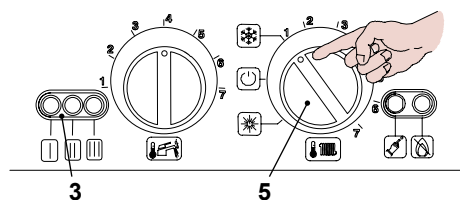

Figura 6.4
- Dare alimentazione elettrica alla caldaia (interruttore bipolare); la lampada di segnalazione 3 si accende circa ogni quattro secondi come in Figura 6.4.
- Ruotare il selettore di funzione 5 come indicato in Figura 6.4, la lampada di segnalazione 3 lampeggia ad intermittenza circa ogni 2 secondi.